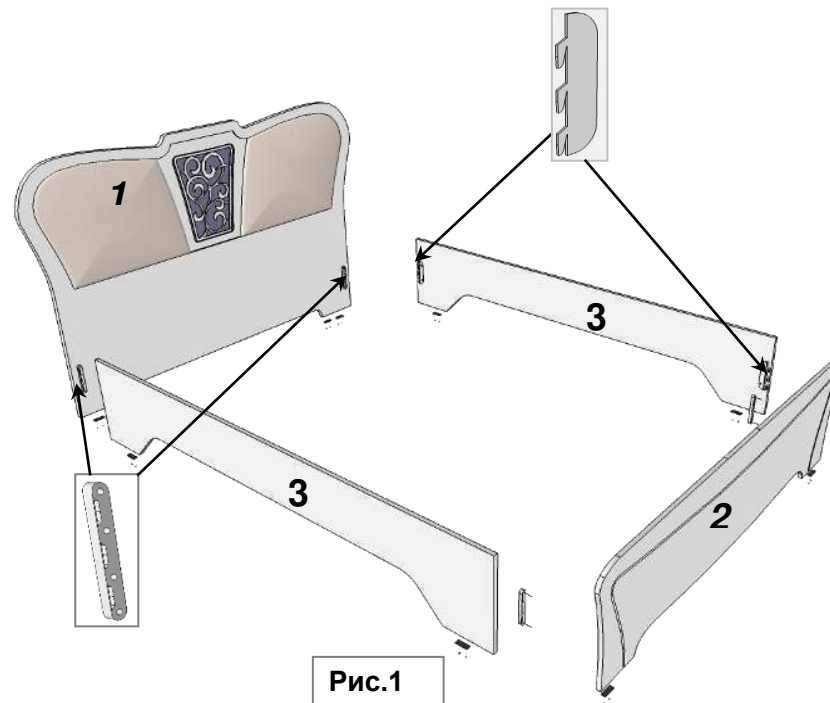
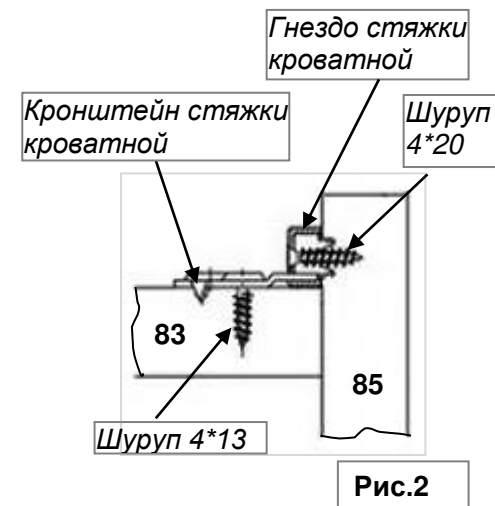

Рис.1
Рис.2
1. Шипы кронштейна стяжки кроватной вставьте в отверстия на внутренней стороне спинки ножной (поз.2), спинки головной (поз.1) как показано на рис. 1. и закрепите их на шурупы 4*13 (смотри рис. 2) .
2. На царги (поз.3) установите гнездо стяжки кроватной на шурупы 4*20 (смотри схему сборки и рис.2) по имеющимся наклкам.